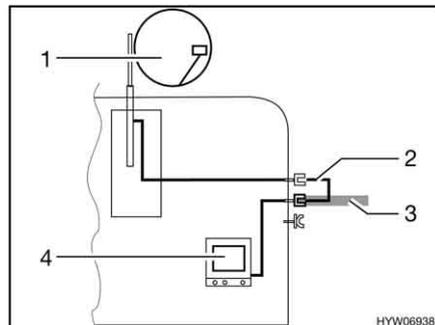

Fig. 120 TV nel veicolo
- TV nel veicolo (Fig. 120,4): Collegamento all'antenna del tetto (Fig. 120,1) con cavo di collegamento (Fig. 120,2)
- TV nel veicolo (Fig. 120,4): Collegamento a antenna esterna (Fig. 120,3)